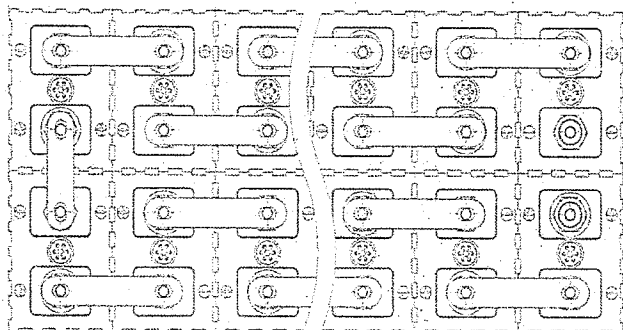
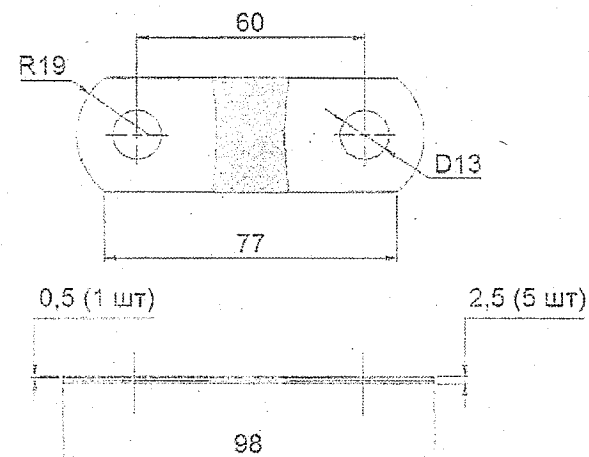

Рисунок 4.2 Пример коммутации аккумуляторов в АКБ
Рис. 4.3. Соединительная межядерная шина 380
4.7.1 Для коммутации аккумуляторов в батарею (АКБ) (рисунок 4.2) необходимо применять силовые медные шины различного сечения (рисунок 4.3 ... 4.5), в зависимости от токовых нагрузок, и крепёжные элементы, указанные в таблице 4.2. Для обеспечения надёжного контактного соединения клемм посредством силовых шин необходимо использовать переходные шины, изготовленные по ГОСТ 19357 «Пластины переходные медно-алюминиевые» или воспользоваться высокоэлектропроводной смазкой типа «СУПЕРКОНТ» ТУ 0254-003-51844550-2009. Соединения регламентируются ГОСТ 10434 «Соединения контактные электрические».